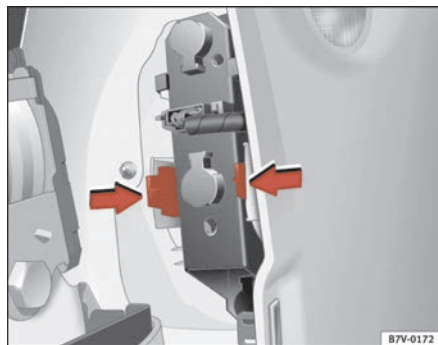

Fig. 164 Luces en la carrocería
- Presione sobre las patillas laterales en el sentido de la flecha ⇒ fig. 164.